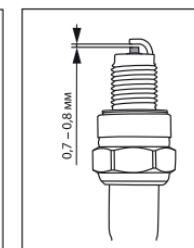

Рисунок 19.
4. Выверните свечу с помощью шестигранного ключа, входящего в комплект поставки. Электроды свечи должны иметь светло-коричневый цвет (рис. 19).
7. Проверьте величину зазора между заземляющим и центральным электродами, используя специальный щуп. При необходимости установите зазор 0,7-0,8 мм (рис. 19).
1. Снимите пластмассовый фильтр, расположенный под крышкой горловины топливного бака (рис. 19).